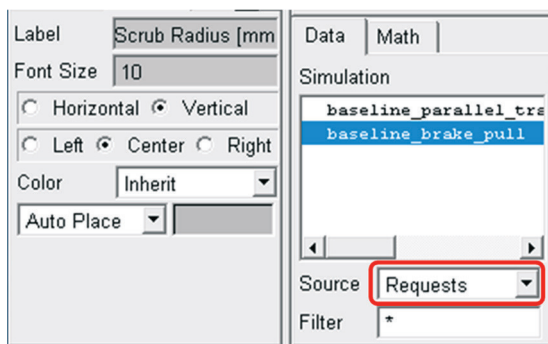

Figura 4.182 – Seleccionando os parâmetros do gráfico.
- No campo *Source*, verifique se está seleccionada a opção *Requests* (Figura 4.182).